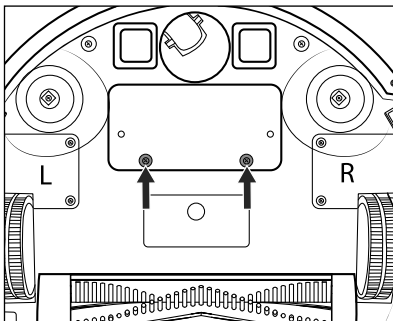

Fig. 16
- 1) Dévissez les deux vis du couvercle du compartiment à batterie ② (voir fig. 16) sous l'appareil à l'aide d'un tournevis cruciforme et retirez-le de l'appareil. Retirez le couvercle du compartiment à batterie ② de l'appareil.